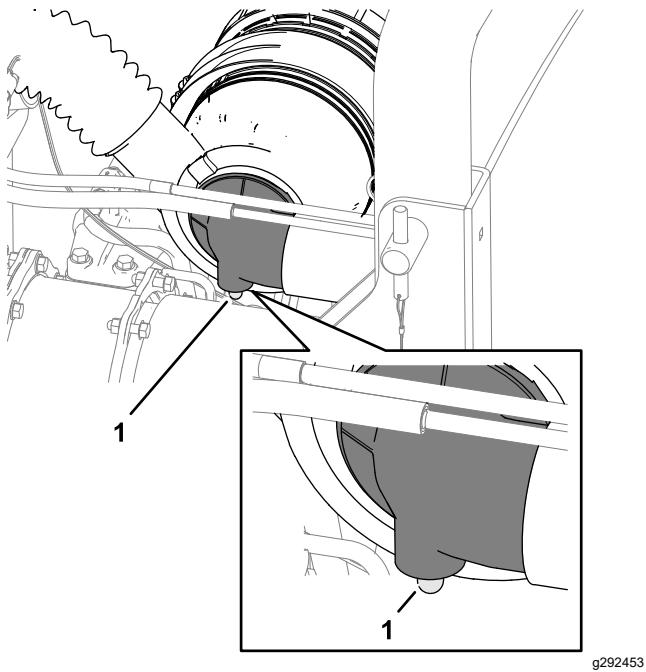

Bild 52
2. Prüfen Sie die Verstopfungsanzeige des Luftfilters (Bild 52).
**Hinweis:** Warten Sie den Hauptluftfilter, wenn die Verstopfungsanzeige des Luftfilters (Bild 52) rot ist. Das häufige Auswechseln des Luftfilters erhöht die Gefahr, dass Schmutz in den Motor gelangt, wenn der Filter entnommen ist.